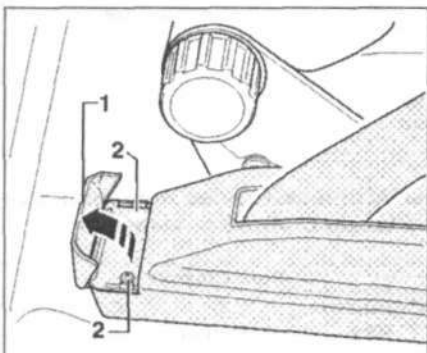

Рис. 9.52. Отцепите крышку 1 и выкрутите два винта 2.
1. Отцепите крышку 1 (рис. 9.52). Выкрутите два винта 2 и снимите декоративную крышку рычага привода стояночной тормозной системы.